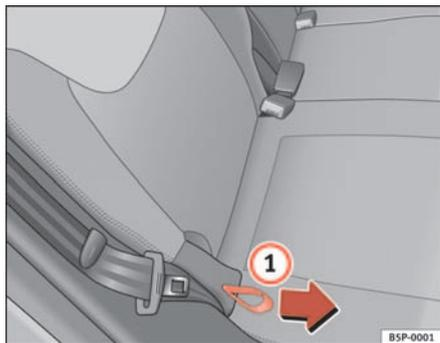

Fig. 97 Réglage de l'inclinaison du dossier, banquette arrière
- Saisissez le haut du dossier. Tirez la dragonne latérale du siège ⇒ page 137, fig. 97 ① dans le sens de la flèche et maintenez la dragonne en position. Rabattez le dossier du siège vers l'arrière en position souhaitée, puis relâchez la dragonne.